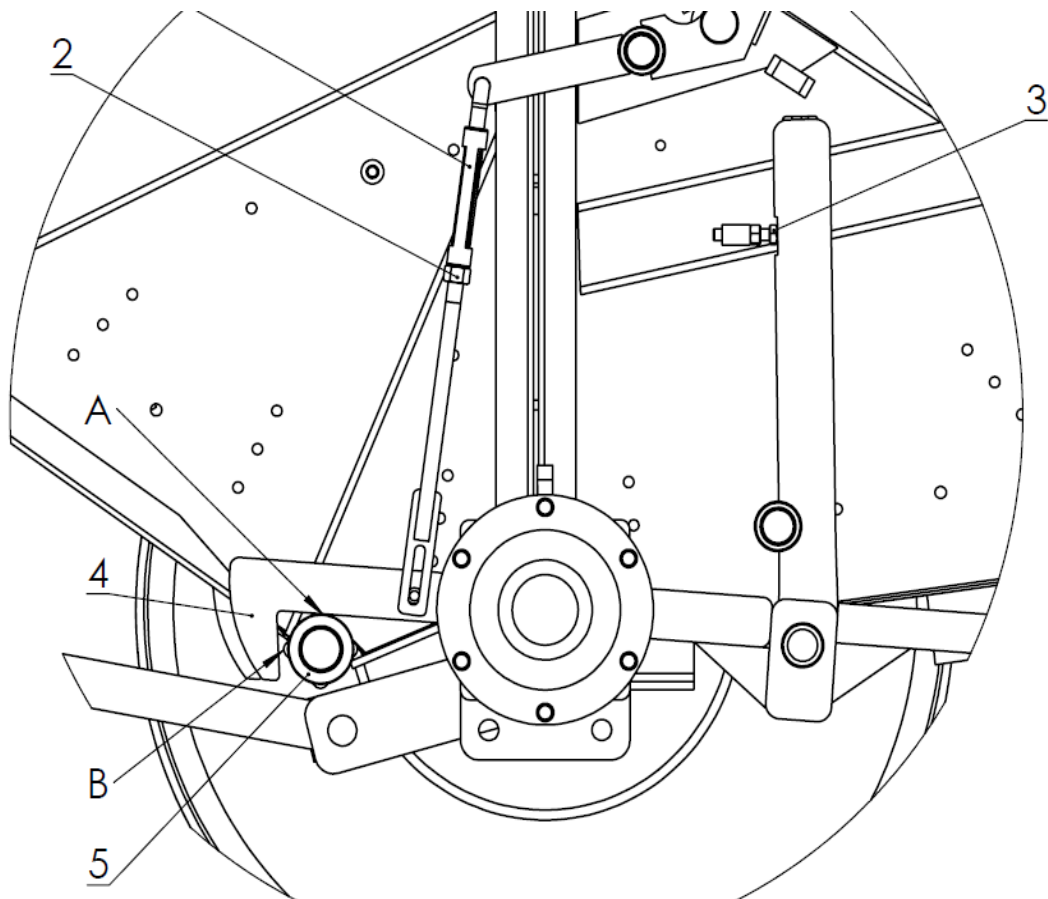

Figure 44. Réglage du verrouillage
Pour régler le verrouillage (Figure 44), desserrer le contre-écrou (2). Utiliser l'écrou de réglage (1) pour régler la distance A entre 0 mm et 2 mm. Serrer le contre-écrou (2). Desserrer le contre-écrou de la vis de réglage (3) sur le côté droit de la presse à balles. Utiliser la vis de réglage (3) pour régler la distance B entre 2 mm et 5 mm. Vérifier le bon fonctionnement du verrou réglé. Mettre en marche le circuit hydraulique qui alimente en huile les vérins pour que le capot commence juste à s'ouvrir. À ce stade, interrompre l'alimentation en huile, quitter la cabine du tracteur et s'assurer que le capot d'ouverture n'entre pas en collision avec le crochet (4) et le manchon (5). En cas de collision, fermer le capot et recommencer le réglage pour l'éliminer.